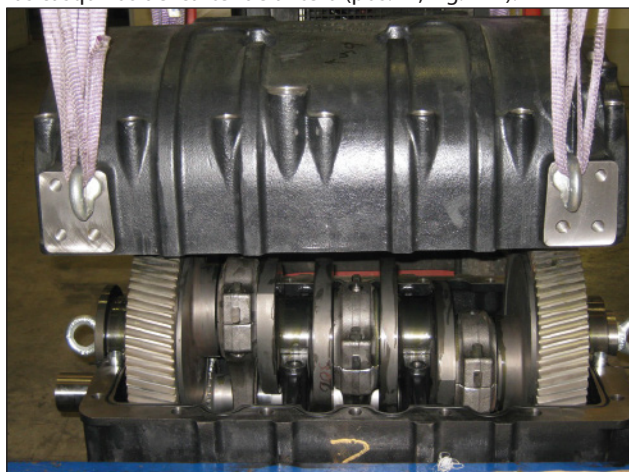
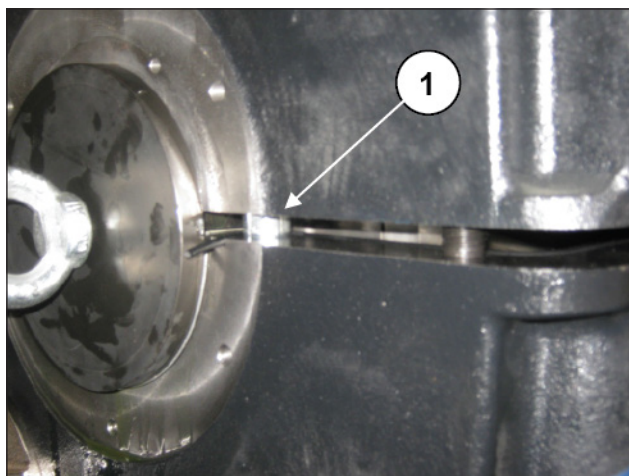

Fig. 110
Fig. 111
Montar el cárter trasero (Fig. 110) y comprobar el centraje con los casquillos del cárter delantero (pos. ①, Fig. 111).